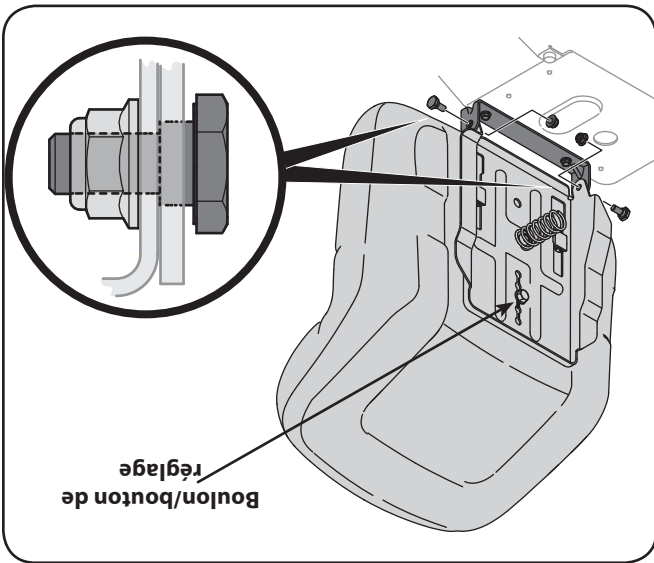

Figure 3-8
6. Fixez l'ensemble du siège avec les deux boulons à épaulement et contre-écrous retirées précédemment. Voir la Figure 3-8.
7. Pour régler la position du siège, desserrer le bouton/boulon de réglage sur la partie inférieure du siège. Faites glisser le siège vers l'avant ou vers l'arrière comme désiré. Resserrez le bouton/boulon de réglage. Reportez-vous à la Figure 3-8.